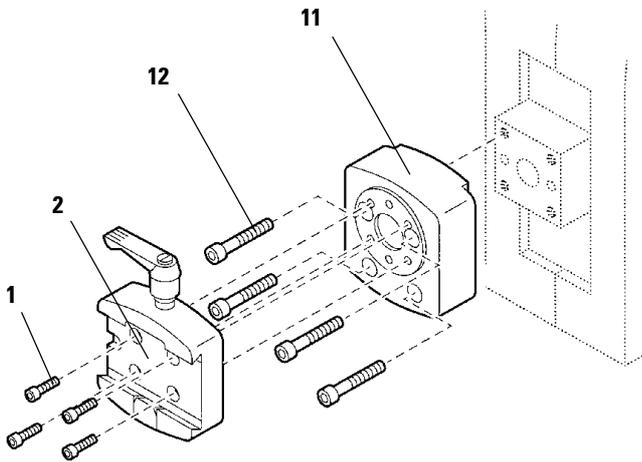

Fig. 21.1
7.3.1 Support de porte-échantillon non orientable (Fig. 21.1)
- Présentez le support de porte-échantillon non orientable (11) comme indiqué sur le croquis et fixez-le à l'aide des 4 vis (12) (clé Allen coudée de 4 mm).
- Posez dessus la pièce à queue d'aronde (2) et fixez-la à l'aide des 4 vis (1) à l'aide de la clé Allen coudée de 3 mm.